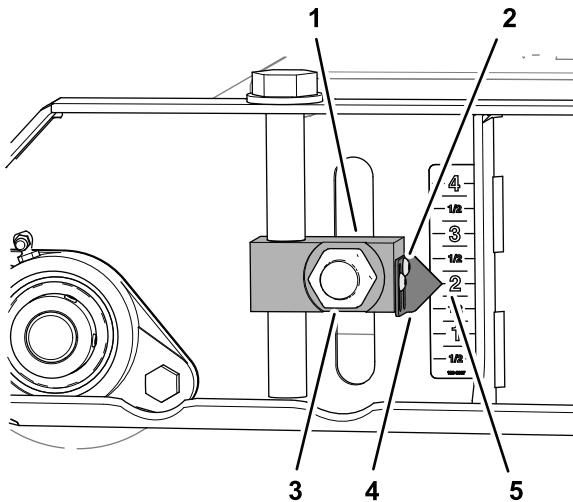
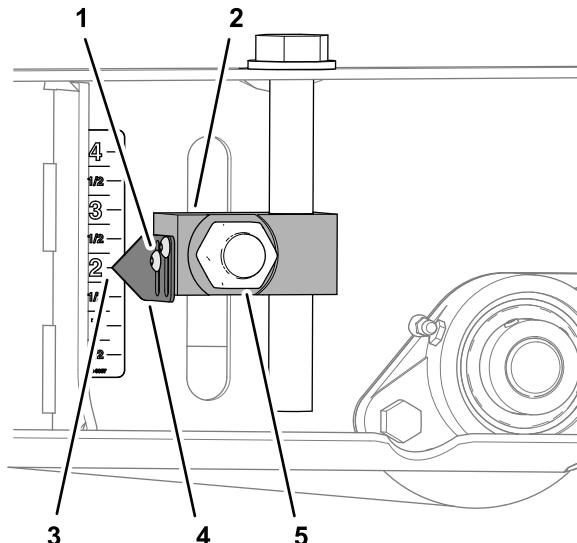

Figura 76
Figura 78
3. Allentate le 2 viti a brugola che fissano il puntatore al blocco regolatore dell'altezza di taglio, allineate il puntatore alla tacca di 5 cm sull'adesivo e serrate le viti (Figura 76).
6. Allentate le viti a brugola che fissano i 2 puntatori al blocco regolatore dell'altezza di taglio, allineate i puntatori alla tacca di 5,7 cm sull'adesivo e serrate le viti (Figura 78).
7. Serrate i 4 dadi che fissano i 4 blocchi regolatori dell'altezza di taglio (Figura 76 e Figura 78) per i rulli anteriori e posteriori a 322 - 396 N·m.